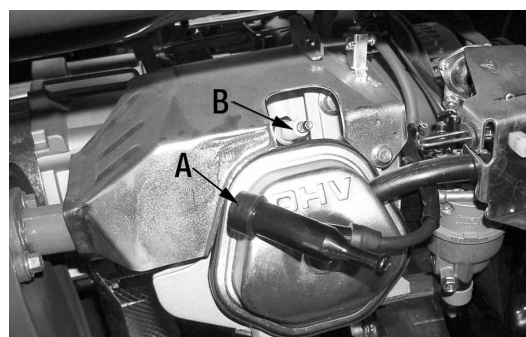

Figure 14
- 1) Tirez et retirez le fil et capuchon de la bougie (A) Fig.14, ceci vous donnera accès à la bougie (B). En utilisant la clé de déblocage de la bougie fournie, dévissez et retirez la bougie en la tournant dans le sens anti-horaire.